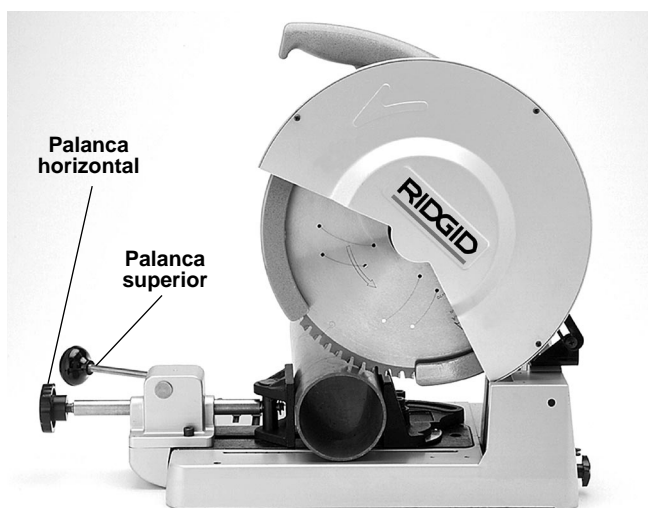

Figura 8
- Levante la palanca superior para desenganchar el mecanismo de alimentación. (Figura 8)
- Empuje la palanca horizontal (barra de guía o alimentación) hasta que la prensa de tornillo haga contacto con el tubo. (Figura 8)